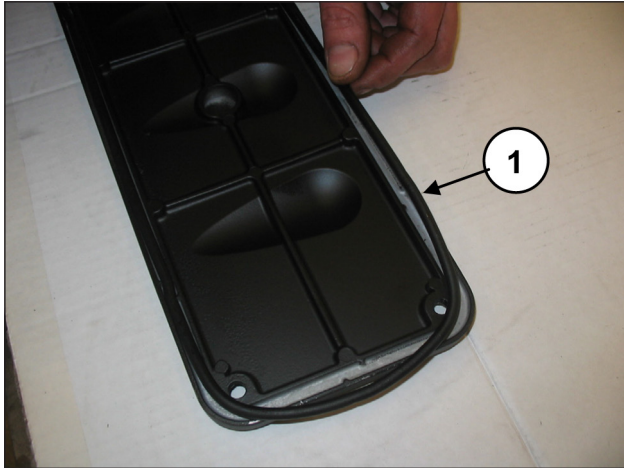
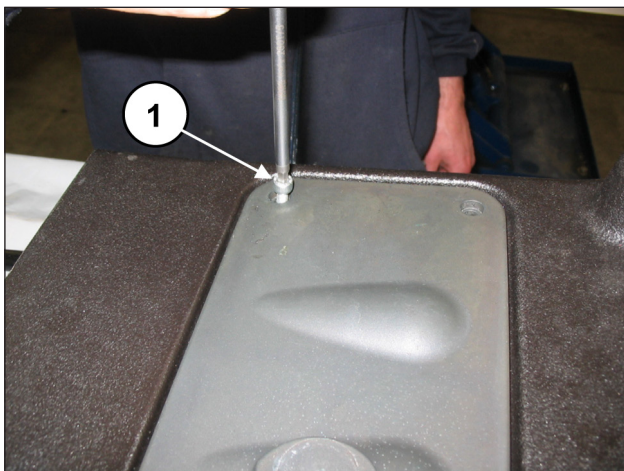

Abb. 102
Abb. 103
Setzen Sie auf die beiden Inspektionsdeckel den O-Ring (Pos. ①, Abb. 102) und montieren Sie die Deckel anhand von 4+4 Schrauben M6x14 (Pos. ①, Abb. 103).